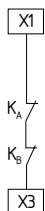

Fig.3
**Arranque automático (ver Fig. 3)**